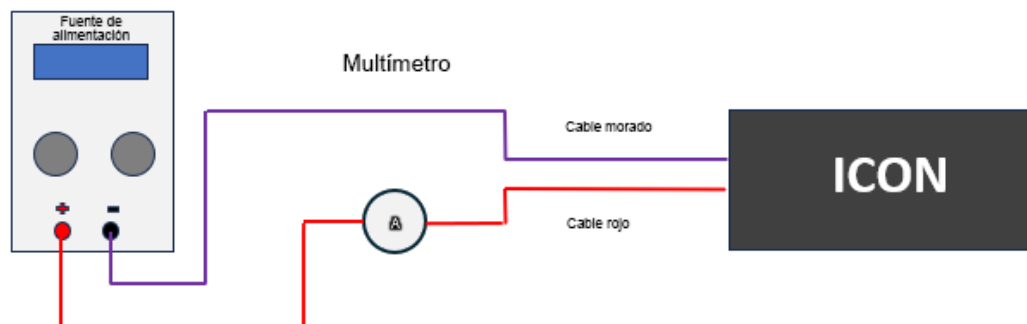

Fig.2 Diagrama de conexión
3. Monte el circuito de conexión de acuerdo con la «Fig. 2 Diagrama de conexión».